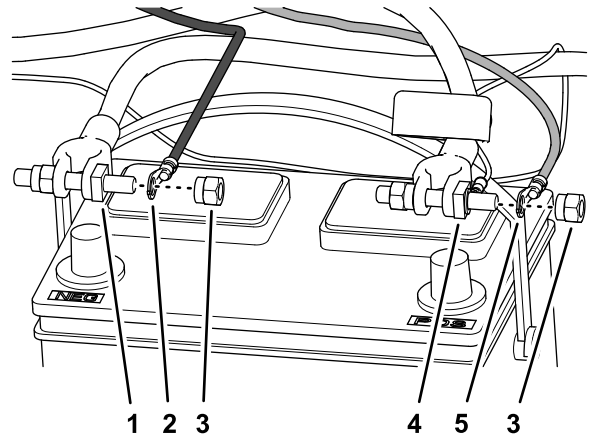

Figura 6
2. Monte el terminal de anillo del arnés de alimentación del cable con la etiqueta BATERÍA (-) en el perno de pinza de la batería para el cable negativo de la batería con una tuerca de pinza de la batería (Figura 6).
3. Monte el terminal de anillo del arnés de alimentación del cable con la etiqueta BATERÍA (+) en el perno de pinza de la batería para el cable positivo de la batería con una tuerca de pinza de la batería (Figura 6).